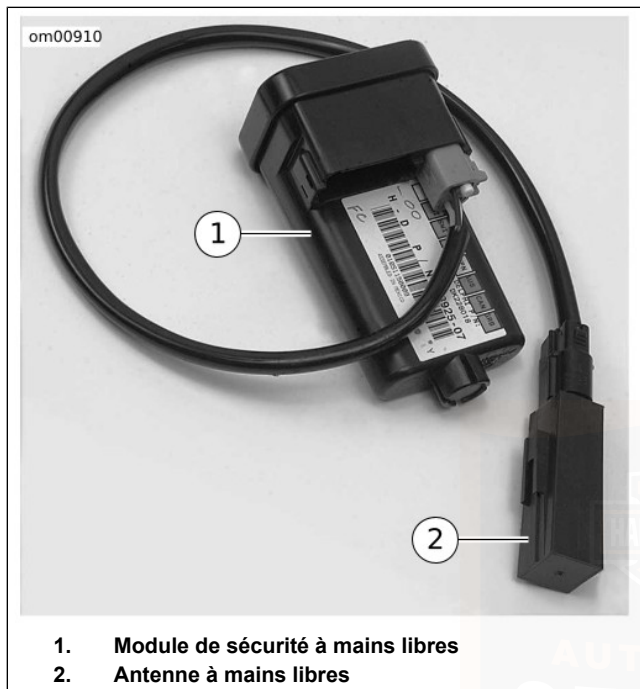

Figure 12. Module de sécurité avec antenne
Voir la Figure 12. Le système de sécurité Smart de Harley-Davidson (H-DSSS) inclut un module de sécurité à mains libres (HFMS) (1) et une antenne à mains libres (2) montés sur la moto, et un porte-clés à mains libres **conservé** par le conducteur/passager.